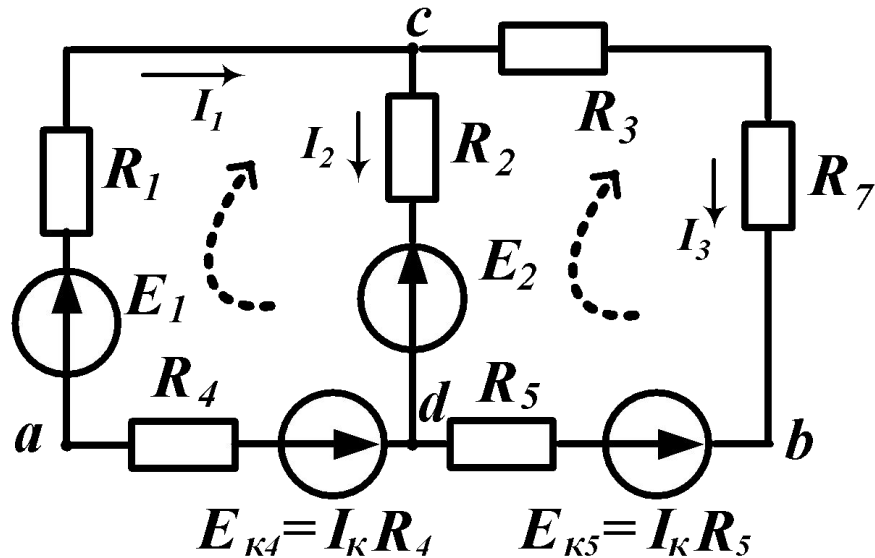

рис. 3.3.
1) Задаються (довільно) позитивними напрямками струмів ( $I_1$ ,  $I_2$ ,  $I_3$ ) в ветвях схеми (рис. 3.3)